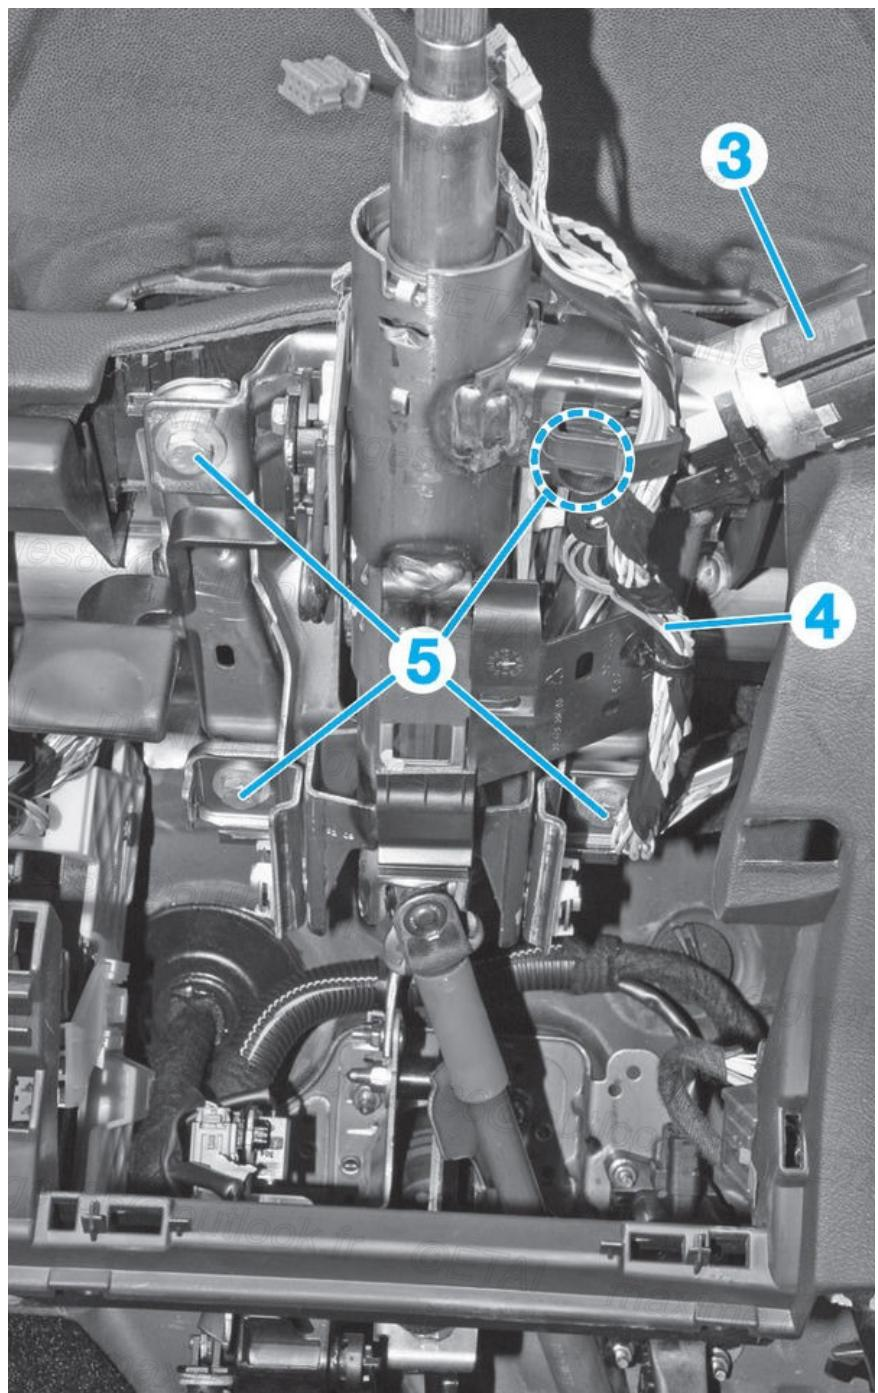

Fig.5
- Déposer l'antenne transpondeur (3) après avoir soulevé ses pattes (Fig.5) (/media/RTA/RTA_714/RTA714A-006-005X.jpg).